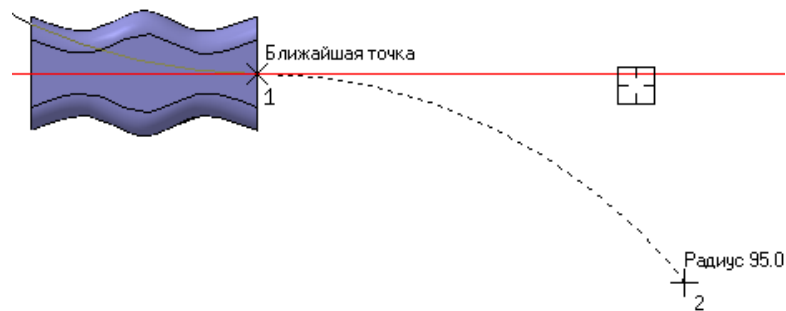

Рисунок 32.
- Затем укажите "на глаз" примерное положение конечной точки дуги (точка 2) (рис. 32)..